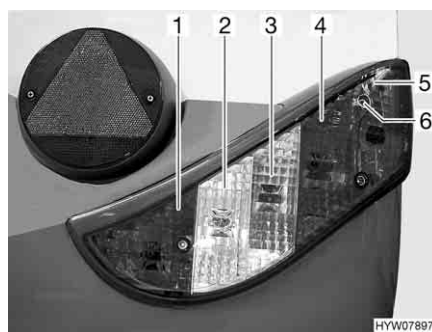

Fig. 183 Luci posteriori (lato anteriore)
- Svitare le tre viti ad esagono cavo (Fig. 183,6).